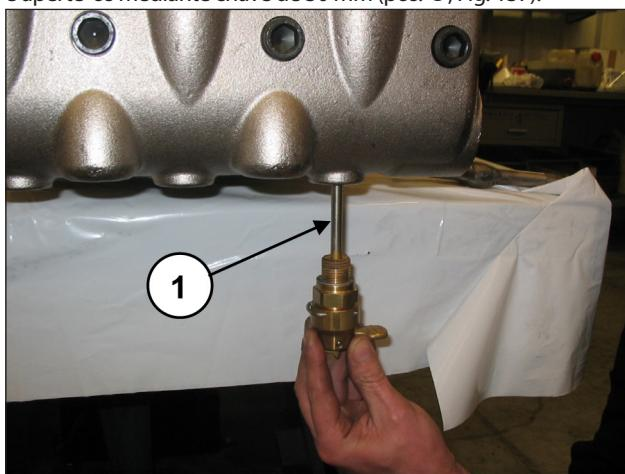
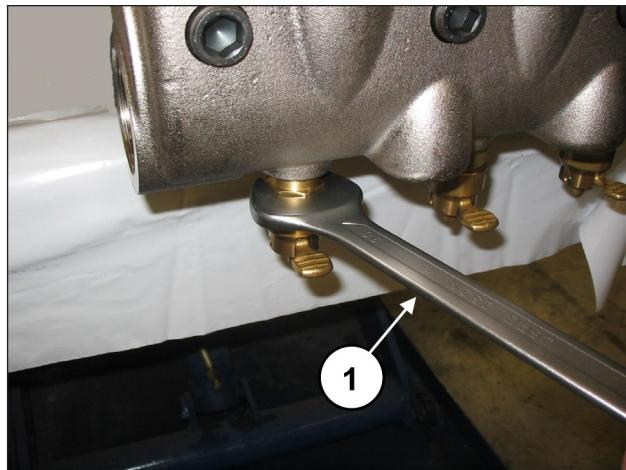

Fig. 136
Fig. 137
Aplique os dispositivos de abertura das válvulas (pos. ①, Fig. 136) e aperte-os mediante chave de 30 mm (pos. ①, Fig. 137).